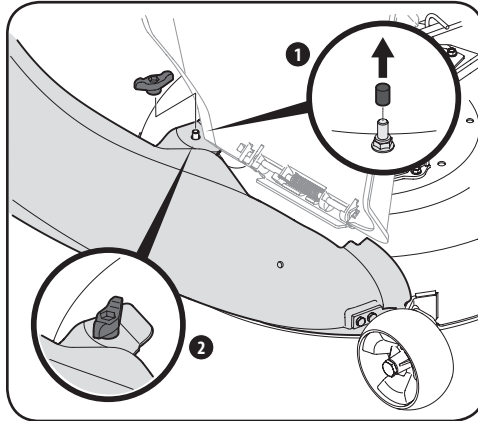

Figure 4-18
2. Fixez le coude de la goulotte au plateau de coupe avec un écrou papillon (720-04122) de l'ensemble de quincaillerie 689-00312. Voir Figure 4-18.
NOTE : Retirez le capuchon protecteur (si présent) du goujon de montage sur le plateau de coupe. Voir Figure 4-18.